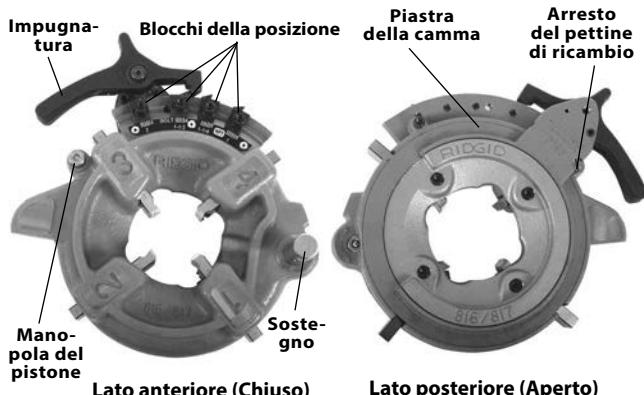

Figura 13 – Teste portapettini semiautomatiche
- Premere il manico in modo che la piastra della camma sia appoggiata contro l'arresto del pettine di ricambio (Figura 13). Il gruppo della piastra della camma/manico si carica a molla e si sposta quando viene premuto.